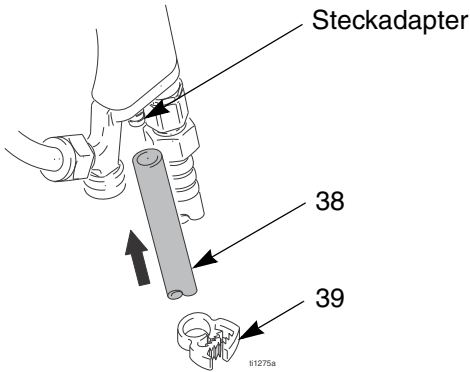

ABB. 5
Das Abluftrohr (38) auf den Steckadapter am Boden des Pistolengriffs stecken. Das Rohr mit der Klammer (39) sichern (ABB. 5).